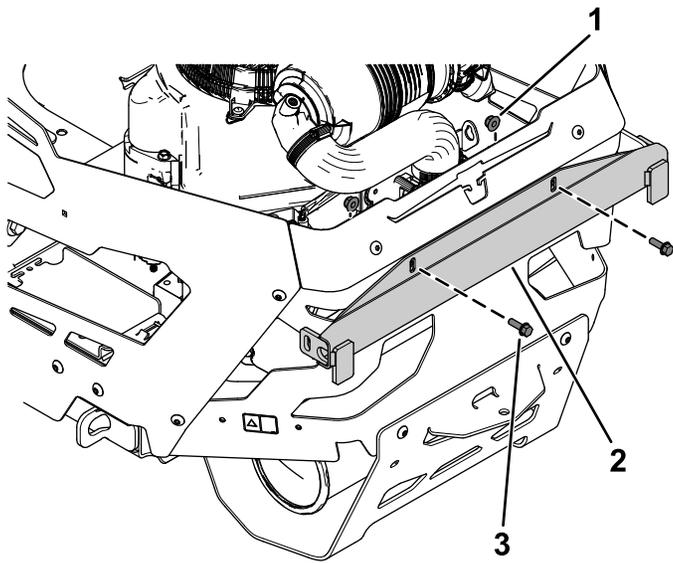

Figure 7
1. Fixez légèrement le support supérieur à la protection arrière du moteur à l'aide de 2 boulons à embase ($\frac{5}{16}$ " x 1") et 2 écrous à embase ($\frac{5}{16}$ "), comme montré à la Figure 7.